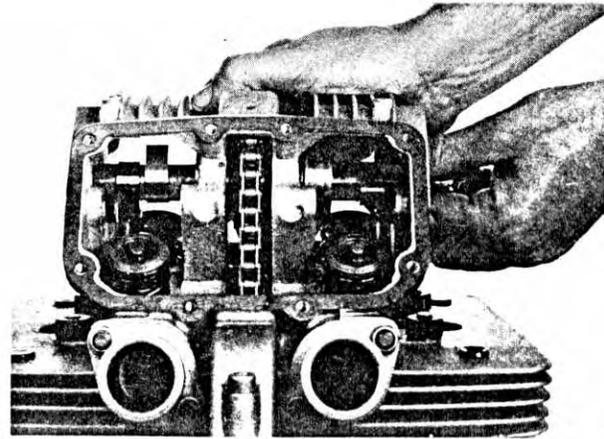
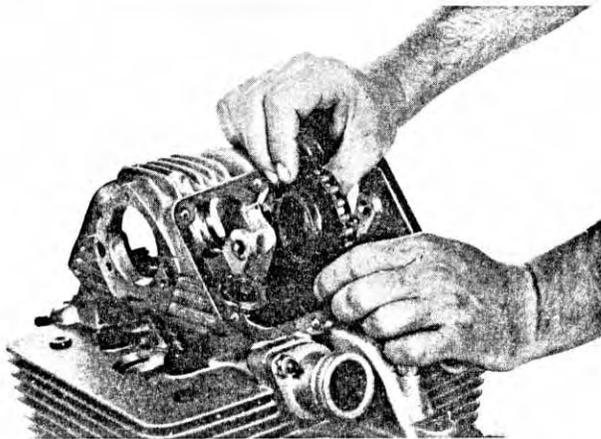

Fig. 32
Fig. 33
- Estrarre i due alberi a camme (fig. 32) e quindi il pignone centrale che li comanda (fig. 33). Fissare la catena di distribuzione con del filo di ferro in modo da impedirne la caduta nel carter.
- Remove the two camshafts (fig. 32) and the central drive sprocket (fig. 33). Do not drop the cam chain, but hold it by means of a piece of wire.